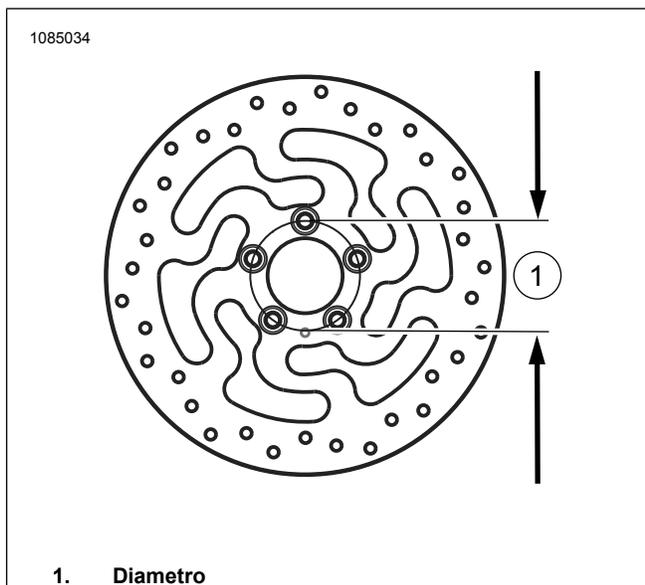

Figura 4. Diametro del foro di montaggio del disco
- a. Vedere la figura 4. Se il diametro del disco freno anteriore non misura 3,25 pollici, scartare i dischi.